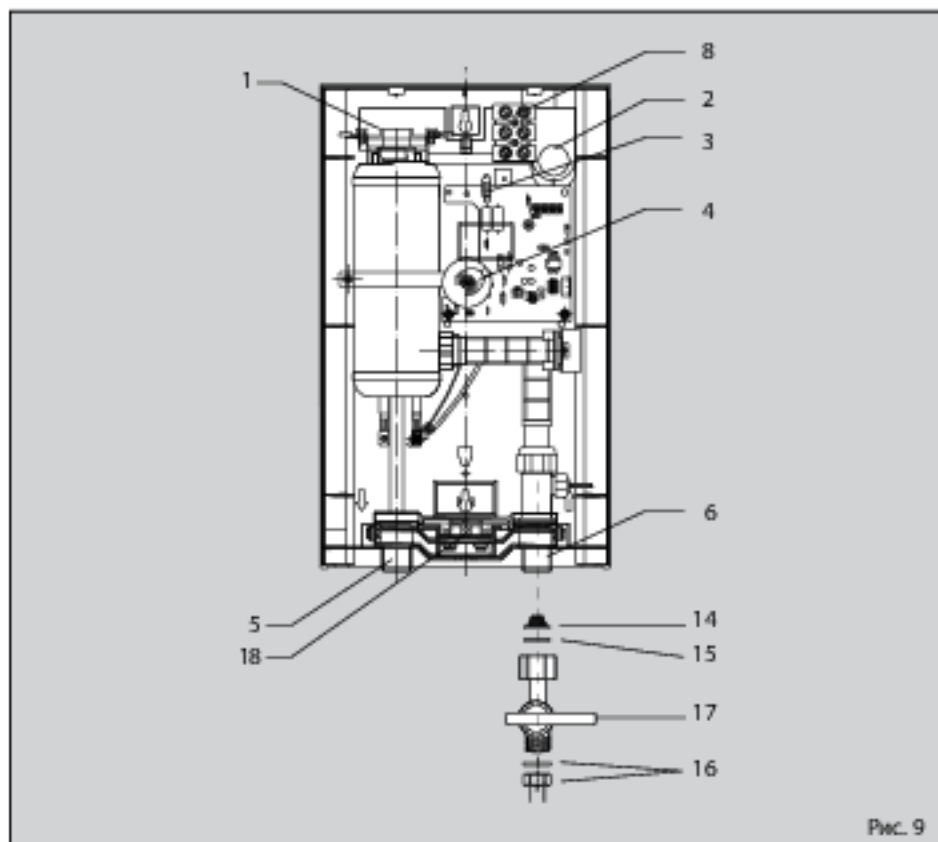

Рис. 9
Прибор должен быть заземлен (см. электрическую схему). Для защиты от проникновения воды следует использовать кабельный сальник (рис. 9, поз. 2).
Отсоединить клапан подачи воды (рис. 9, поз. 17), снять фильтр (рис. 9, поз. 14) и очистить его. Выполнить сборку в обратной последовательности.
4. Провести соединительный кабель через сальник (рис. 9, поз. 2) в задней стенке. Навесить прибор на крепежные шурупы и сместить его вниз (рис. 2, поз. 13).
6. Подключить прибор к системе холодного водоснабжения. Подсоединить клапан подачи воды (рис. 9, поз. 17) через фильтр (рис. 9, поз. 14) с помощью шайбы (рис. 9, поз. 15) к патрубку подачи холодной воды в прибор (рис. 9, поз. 6). Затянуть накидную гайку с шайбой (рис. 9, поз. 16) на клапане подачи воды.